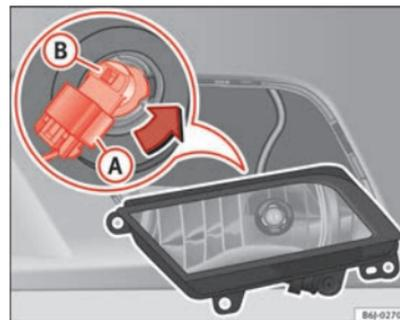

Fig. 161 Farol de nevoeiro
- Retire o conector ⇒ Fig. 161 **A** da lâmpada.
- Rode o porta-lâmpadas ⇒ Fig. 161 **B** para a esquerda e puxe. ►